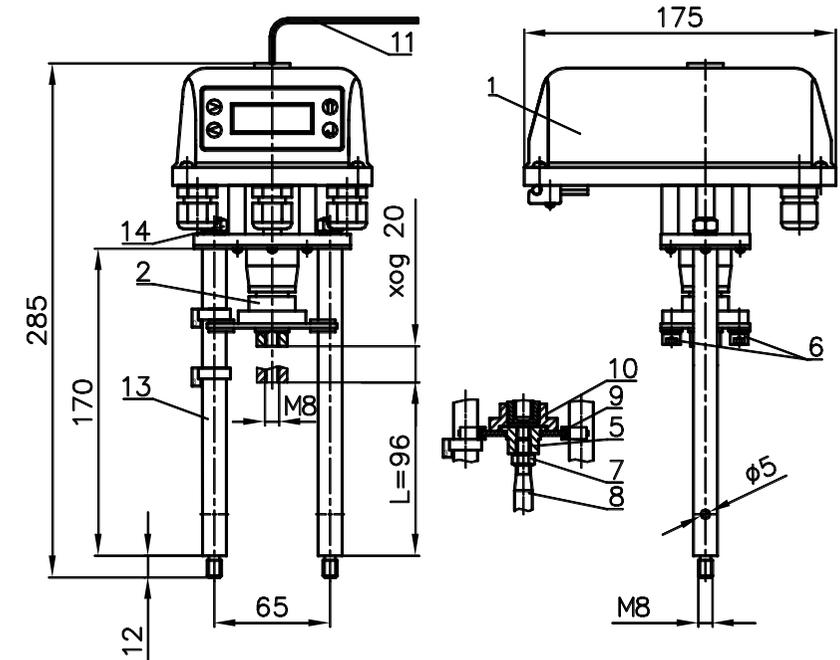

Рисунок 1 - ВЭП-241М
- электропривод (рисунок 1 – позиция 1);
- винтовая передача (рисунок 1 – позиция 2).